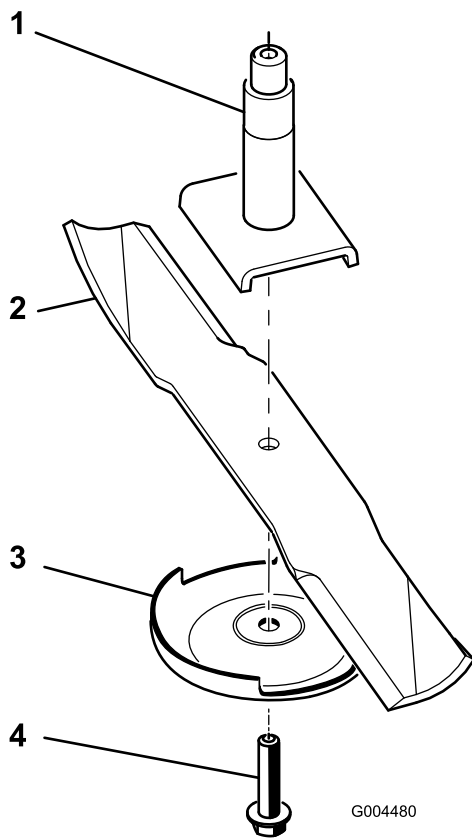

Bild 97
Hinweis: Wenn das Schnittmesser in seiner horizontalen Position bleibt, ist es ausgewuchtet und kann wiederverwendet werden. Feilen Sie, wenn das Schnittmesser nicht ausgewuchtet ist, vom Flügelbereich des Messers etwas Metall ab (Bild 97). Wiederholen Sie diesen Vorgang, bis das Messer ausgewuchtet ist.
2. Entfernen Sie die Messerschraube, die Antiskalpierplatte und das Messer von der Spindelwelle (Bild 97).
1. Setzen Sie das Messer auf die Spindelwelle (Bild 97).
2. Montieren Sie die Antiskalpierplatte und die Messerschraube (Bild 97).